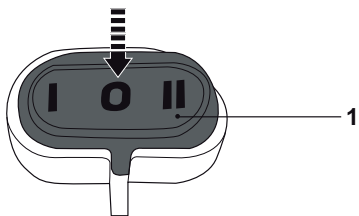

Fig. 17
> Certifique-se de que o interruptor On/off (1) está na posição off O (Fig. 17).